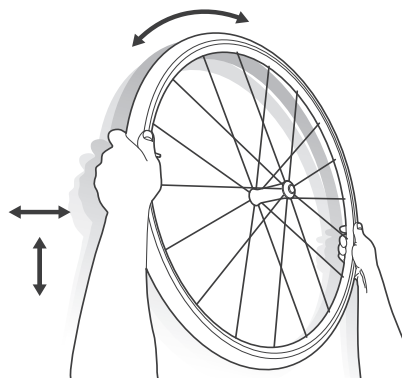

Figure 26. Faites tourner et secouer la roue
- En tenant la roue fermement, secouez-la et faites-la tourner pour répandre le produit d'étanchéité régulièrement à l'intérieur du pneu (Figure 26).